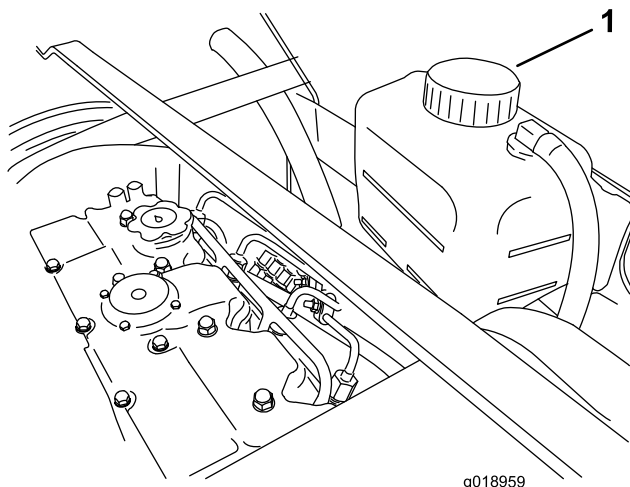

Figure 36
Le niveau de liquide de refroidissement doit atteindre le repère supérieur sur le vase d'expansion (Figure 36).
1. Enlevez le bouchon de remplissage du vase d'expansion (Figure 36).